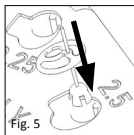

Fig. 5
■ **Fig. 5** TTP® VARIAC protesen bliver, svarende til den tidligere bestemte længde (se ovenfor: Anvendelse af sizer disken), indført i den dertil beregnede fordybning i sizer disken. Slidserne på protesens klokke rettes sådan ind, at klokken glider nedad langs med føringstapperne. Denne procedure bør udføres ved hjælp af den separat leverede titanpincet (REF 8000 136).